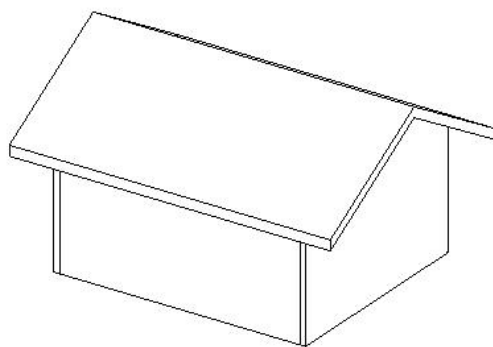

图 7-12 有悬挑的双坡屋顶
5) 单击“√完成编辑模式”，然后打开三维视图(图 7-12)